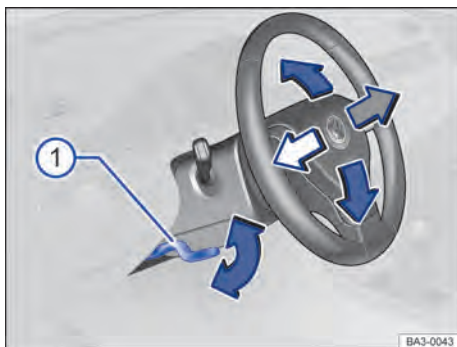

Fig. 60 Debajo y a la izquierda del volante junto con el revestimiento de la columna de dirección: palanca de ajuste de la posición del volante.
- Presionar la tecla < hasta el segundo nivel → **Fig. 60** **(D)**, hasta que el techo corredizo panorámico esté totalmente cerrado.
- Empujar la palanca hacia abajo sosteniéndola por su empuñadura → fig. 60 ①.